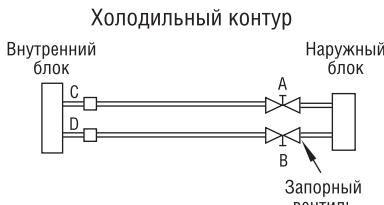

Рис. 22
1. Плотно затяните накидные гайки А, В, С и Д (рис.22). Подключите заправочный шланг манометрического коллектора к запорному вентилю низкого давления (газовая труба).